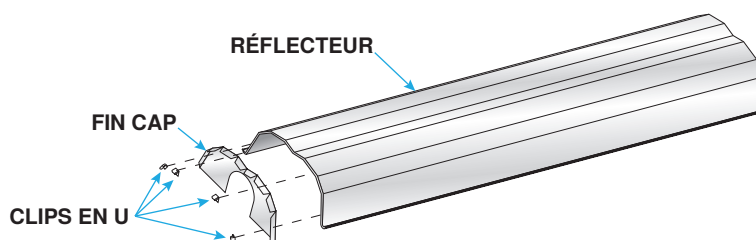

Figure 14. Installation du fin cap
6. Installez les embouts et fixez-les à l'aide de clips en U, comme illustré à la Figure 14.